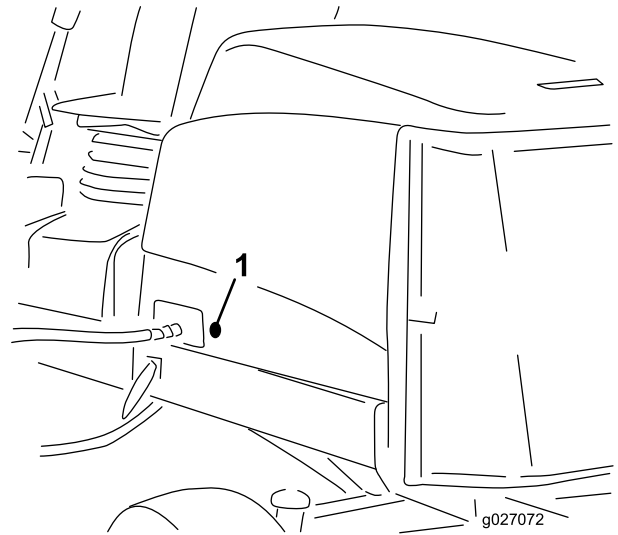

図 17
2. フードの左側についているゴム製のハトメを取り外す図17。